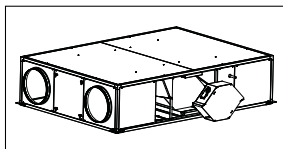

Fig. 2
3. Verwijder voorzichtig de bypass (fig. 2).